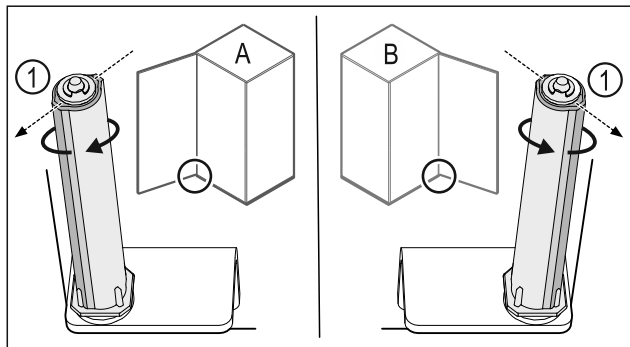

Fig. 41 Atidarymas į kairę (A) / atidarymas į dešinę (B)
- Sukite uždarymo sistemą, įveikdami pasipriešinimą, kol uždarymo sistemos pertvara Fig. 41 (1) bus nukreipta į išorę.